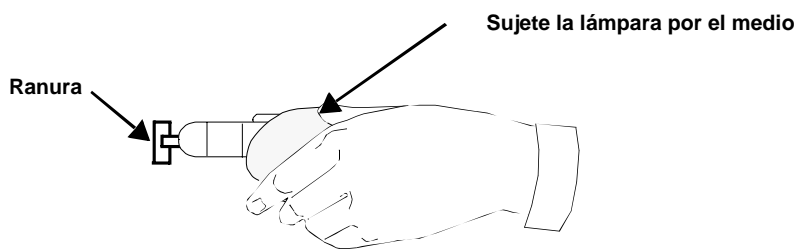

Figura 15. Sustitución de la lámpara halógena de tungsteno
7. Utilizando un paño para limpiar objetivos (o un equivalente) entre sus dedos pulgar e índice, coloque la nueva lámpara en las ranuras. Consulte la Figura 15.